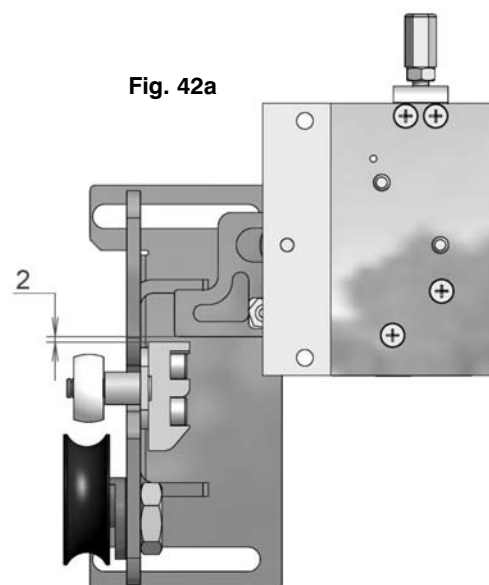

Fig. 42a
- Far scorrere l'elettroserratura sino a portare l'astina in prossimità del blocchetto di riscontro (distanza = 2 mm circa) quindi serrare le viti (Fig. 42a).